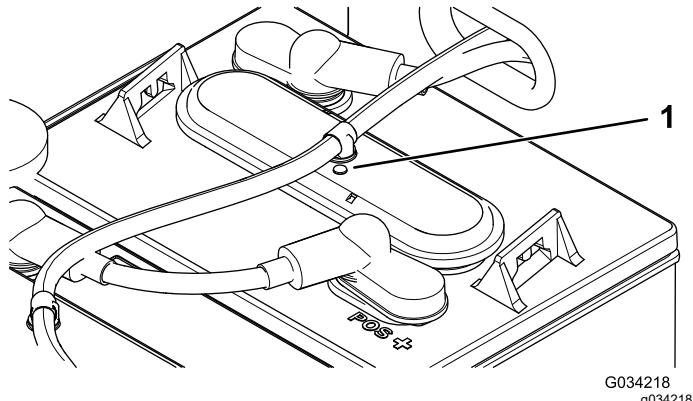

Figure 37
3. Sur chaque batterie, vérifiez si l'œil magique est noir ou blanc (Figure 37).